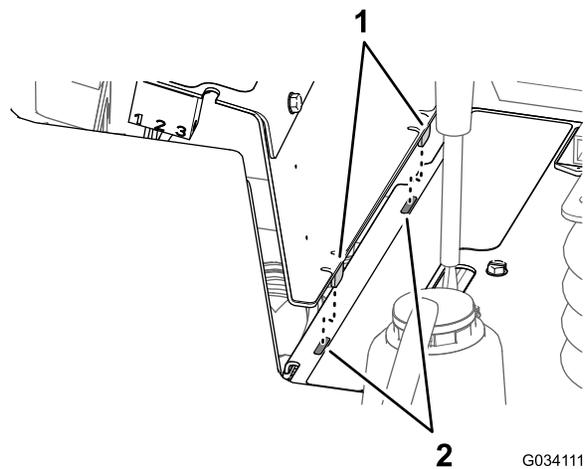

図 55
2. サイドパネルの底部にあるタブ2ヶ所をコンソールのフレームのスロット2カ所に合わせる 図 55。